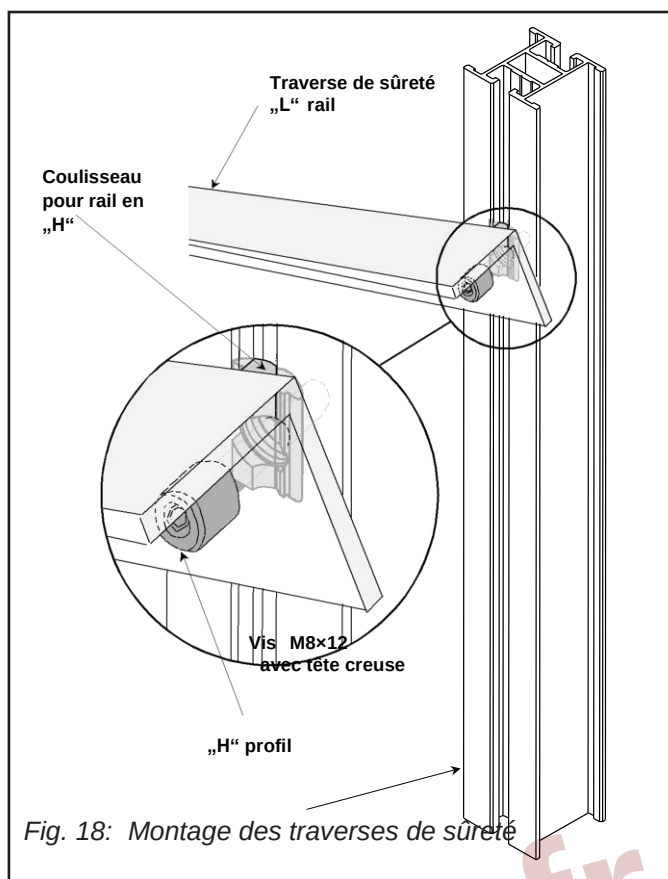
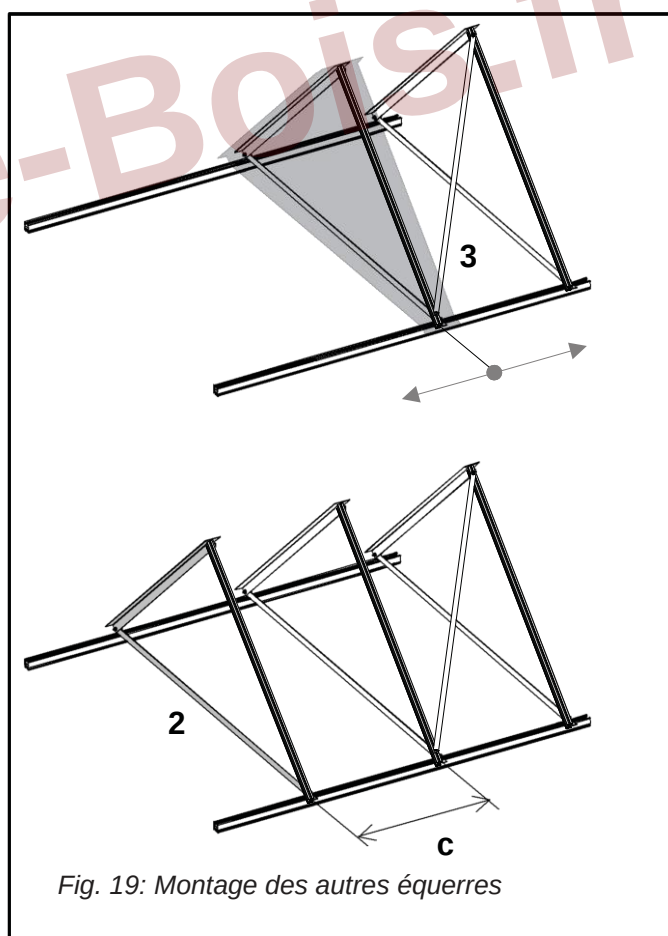

Fig. 18: Montage des traverses de sûreté
Fig. 19: Montage des autres équerres
- Fixer l'équerre de support côté „L“ au rail en „H“ en utilisant les vis à tête rectangulaire, les rondelles autobloquantes et les écrous (Fig. 18) et serrer.
- Entre deux équerres de support, installer les traverses de sûreté (Fig. 18). Selon la figure 18, glisser dans le rail en „H“ de l'équerre de support le coulisseau M8. Fixer les traverses de sûreté en utilisant les vis spéciales à stop M8×12 (Fig.19).